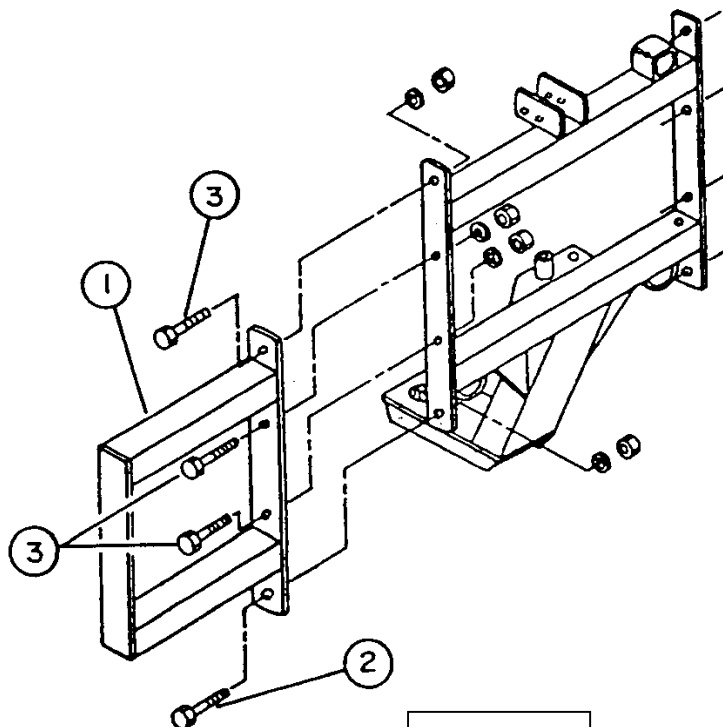

Figure 4
1. Assemblez les adaptateurs de chargeur avant (fig.4, item 1) à l'attache 3 points en utilisant deux boulons 7/8" x 2" (fig.4, item 2), rondelles de blocage et écrous dans les trous du bas, ainsi que 6 boulons 5/8" x 1 1/2" (fig.4, item 3), rondelles de blocage et écrous dans les autres trous.